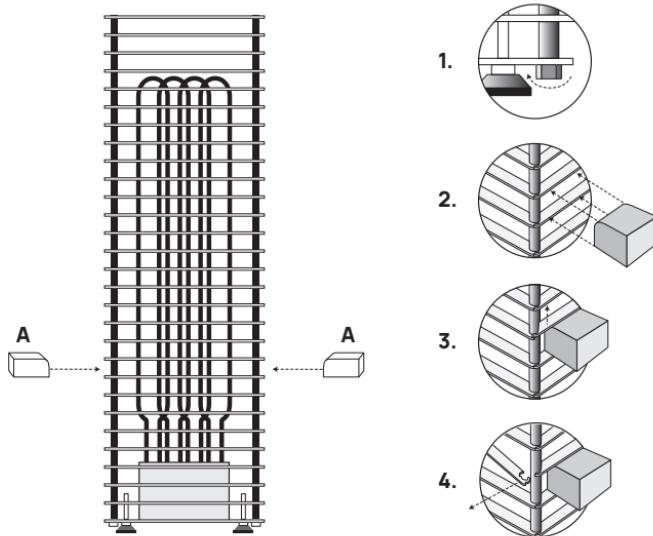

Рисунок 3. Снятие ребер жесткости каменки HUUM CLIFF
Чтобы упростить установку камней, все ребра жесткости каменки можно снять с помощью деревянных брусков (A). См. **Рисунок 3**.